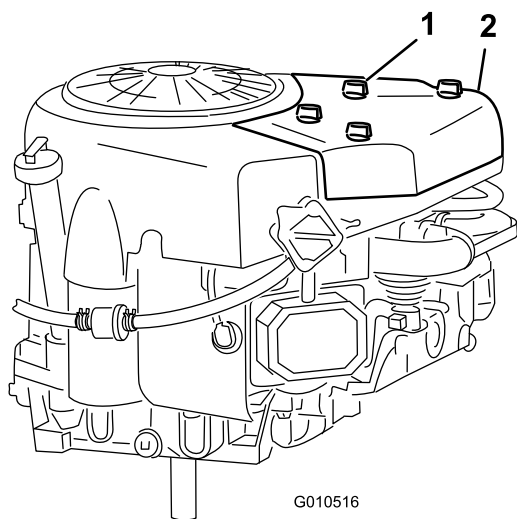

Figura 20
2. Svitare le manopole e togliete il coperchio del filtro dell'aria (Figura 20).
3. Montate il coperchio del filtro dell'aria e le manopole (Figura 20).